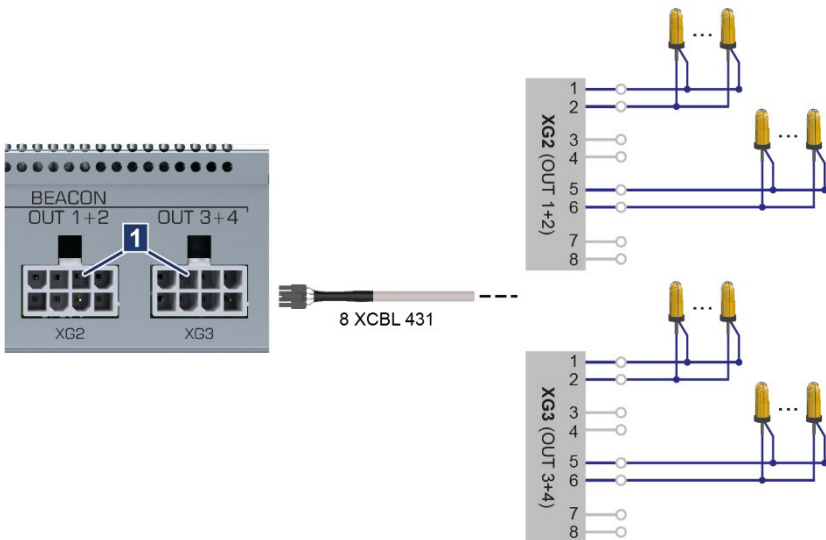

Abb. 6-5: Anschlussbeispiel an XG2 und XG3 für Linienverkabelung
1. Anschlusskabel 8 XCBL 431 am Blitzleuchtenmodul in die Buchse ***XG2 (OUT 1+2)*** bzw. ***XG3 (OUT 3+4)*** stecken (→ Abb. 6-5/1) und offenes Kabelende an den dafür vorgesehenen Klemmstellen auflegen (→ Kapitel 6.3.2, Seite 15).